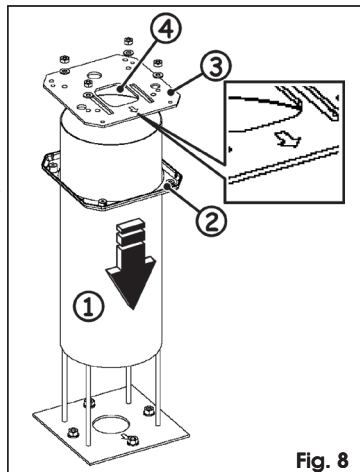

Fig. 8
1. Plaats de steunbuis, Fig. 8 rif. ①, op de funderingsplaat.
2. Plaats de kunststof behuizing erin, Fig. 8 ref. ②, en laat hem op de grond steunen.
1. Plaats de bovenste plaat, Fig. 8 ref. ③, en laat daarbij de verbindingkabels door de vierkante armbevestiging lopen, Fig. 8 ref. ④, en laat ze er minstens 600 mm uitsteken.